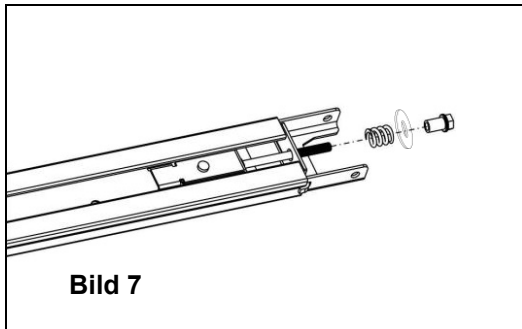

Bild 7
6. Führen Sie die Gewindestange durch das Loch und führen Sie die Feder, Unterlegscheibe und Mutter auf die Gewindestange wie in Abbildung 7 gezeigt. Bevor Sie die Mutter nun anziehen, überprüfen Sie nochmals ob der Riemen sauber/ mittig auf den Umlenkrollen sitzt.